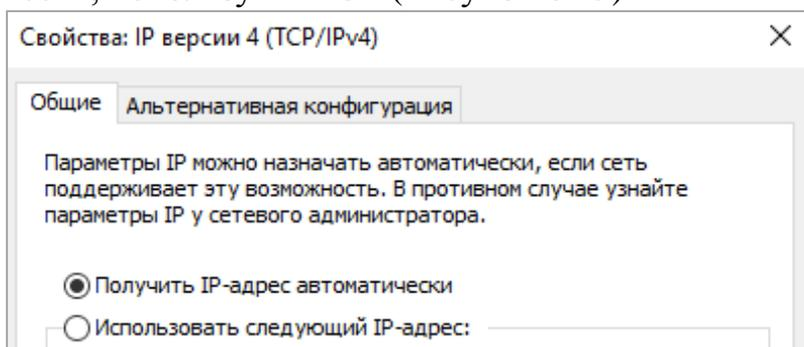

Рисунок 6.25
- Необходимо настроить IP-адреса в операционной системе ПК для работы в локальной сети, используя DHCP (Рисунок 6.25).